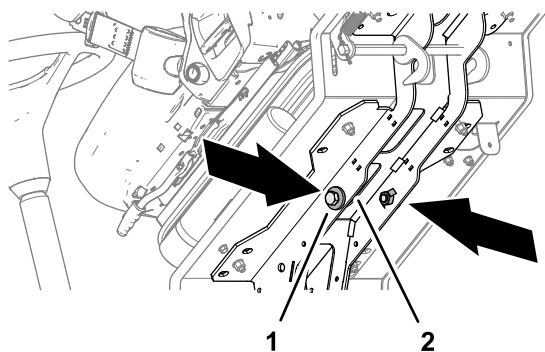

Figura 40
3. Incline la plataforma hacia delante y retire los 2 pernos de 12 x 40 mm y las 2 arandelas de 12 mm almacenados en los raíles de soporte de la plataforma (Figura 40).